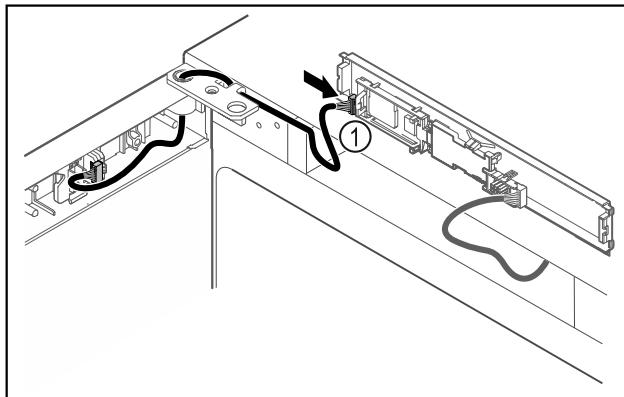

Fig. 47
- Vtič Fig. 47 (1) priključite na tiskano vezje.